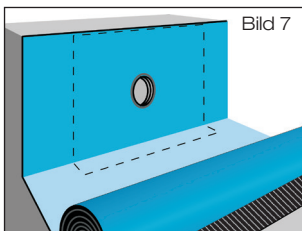
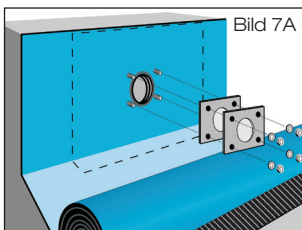

Bild 7
Bild 7A
Oberseite der Anschlussmanschette durch Erhitzen verflüssigen (Schweißverfahren). Dampfsperre passgenau über den Schiebeflansch mit Anschlussmanschette im flüssigen Heißbitumen ausrollen, anschließend gleichmäßig andrücken bzw. anrollen (Bild 7 bzw. Bild 7A).
- 1.9 Bei Ausführung DN 50 Kompressionsdichtung über Dampfsperre anbringen und mit Losflansch und beiliegenden Schrauben verkleben (Bild 7A). Beiliegende Schrauben mit Steck- oder Ringschlüssel SW 17 gegenüberliegend anziehen. Anzieh-Drehmoment: 20 Nm (Dampfsperre aus Bitumen) bzw. 30 Nm (Dampfsperre aus Kunststoff). Dichtelement in Muffe des Schiebeflansches einlegen.